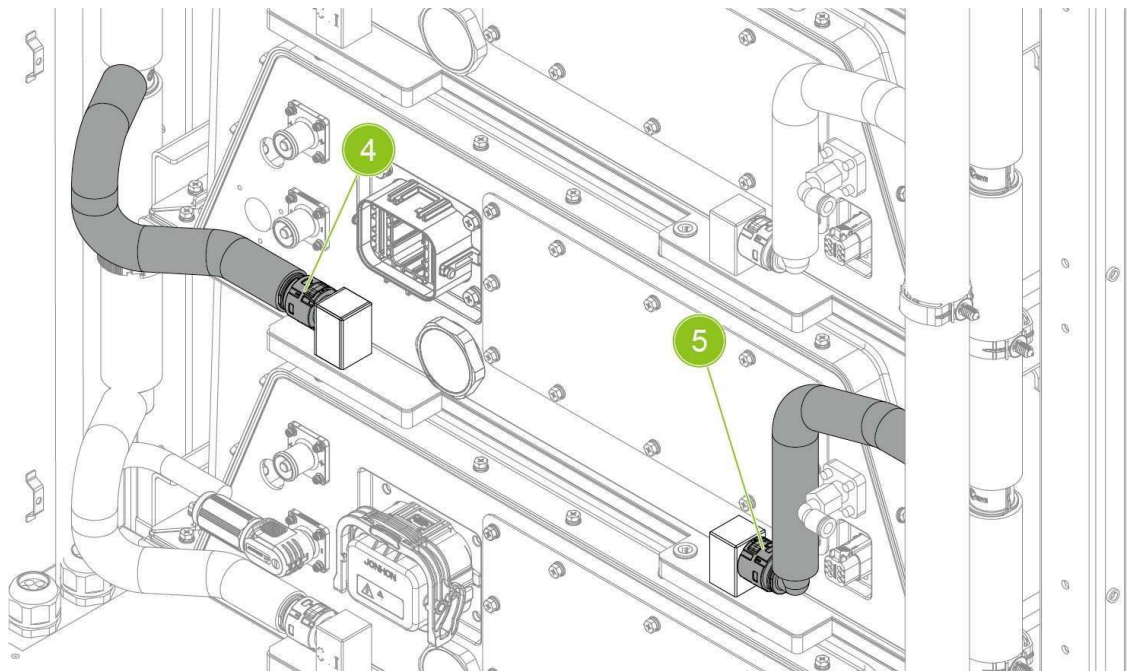

Fig. 9-8 Retire los tubos de refrigerante
3. Conecte el enchufe de la fuente de alimentación externa del sistema de refrigeración; consulte la fig. 9-8. Desconecte los cables de comunicación para localizar el enchufe de la fuente de alimentación.